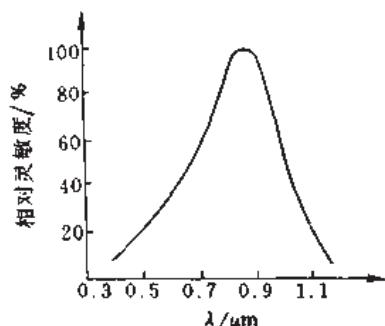

图 2.1.24 硅光电二极管的波长特性曲线
(1) 波长特性曲线 硅光电二极管对不同波长的光响应的灵敏度是不同的。由图 2.1.24 可见，它对入射光谱响应的范围是 $0.4 \sim 1.1\mu\text{m}$ ，响应灵敏度最大的入射光的波长称为峰值波长，硅光电二极管的峰值波长为 $0.9\mu\text{m}$ 左右。